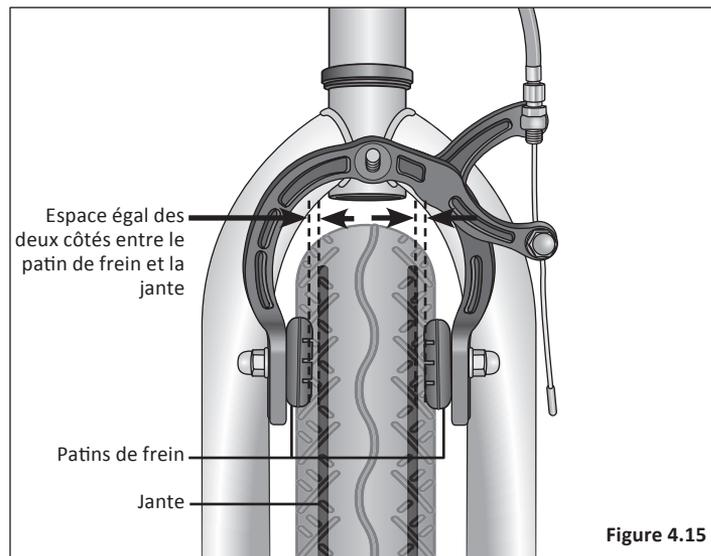

Figure 4.15
- Les patins de frein ne traînent pas sur la jante lorsque le frein n'est pas serré. **Figure 4.15**